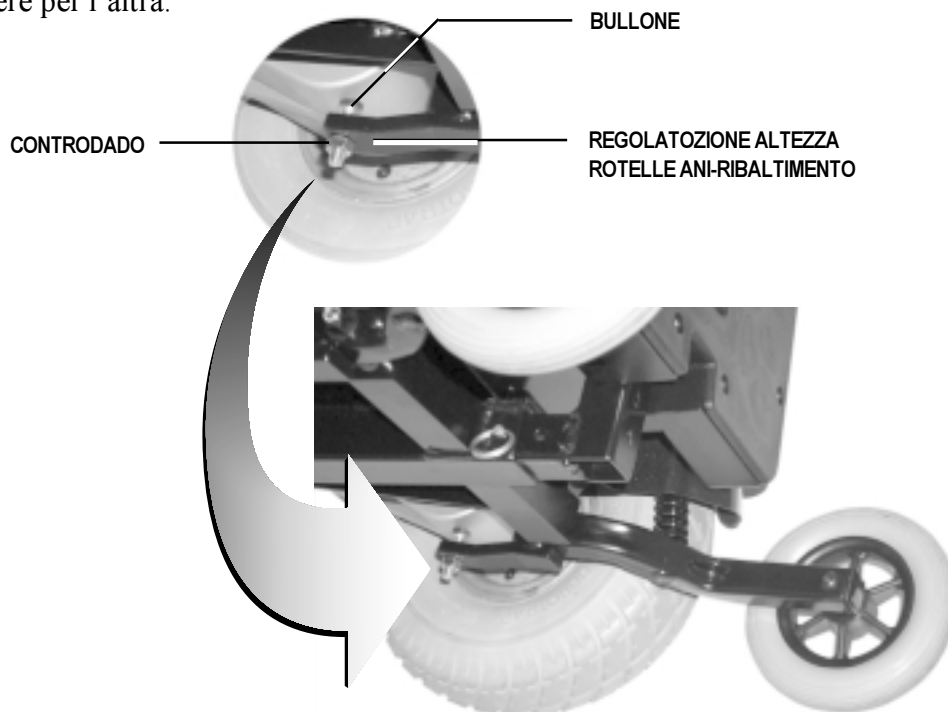

Figura 16. Regolazione Altezza Rotelle Ani-ribaltimento
2. Localizzare il controdado ed il bullone sull'impianto anti-ribaltamento. Figura 16.